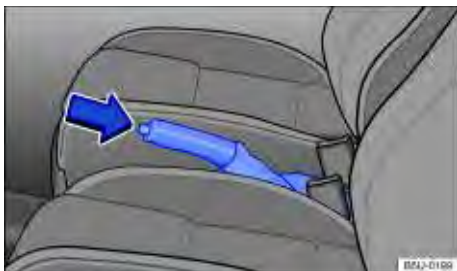

Fig. 107 Entre os bancos dianteiros: freio de estacionamento
- Puxar a alavanca do freio de estacionamento para cima com o botão bloqueador pressionado ⇒ Fig. 107 (seta).
- Puxar a alavanca do freio de estacionamento um pouco para cima e pressionar o botão bloqueador ⇒ Fig. 107 (seta).